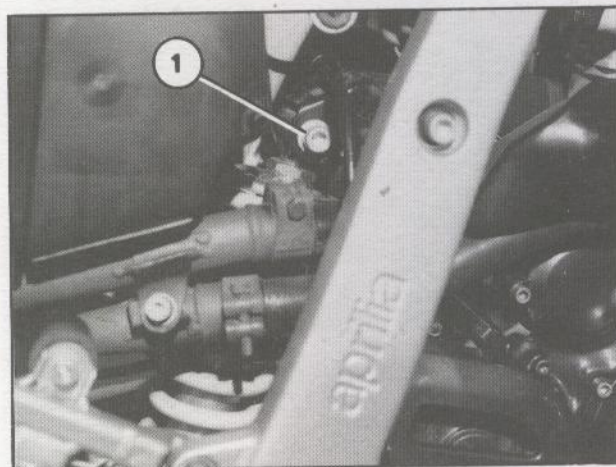

Fig. 31
- Togliere la vite di fissaggio ammortizzatore con biella doppia (1 Fig. 28) e la vite di fissaggio ammortizzatore al supporto sul telaio (1 Fig. 31).
- Remove the screw that anchors the shock absorber to the double connecting rod (1 Fig. 28) and the screw that anchors the shock absorber to the frame support (1 Fig. 31).